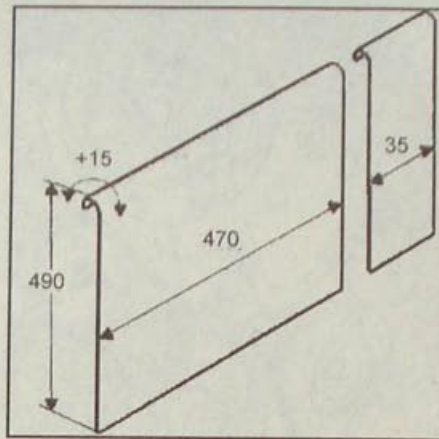

Рис. 15.5. Размеры защитного экрана радиатора системы охлаждения
- Установите защитный экран радиатора, изготовленный самостоятельно из стального или алюминиевого листа (рис. 15.5).